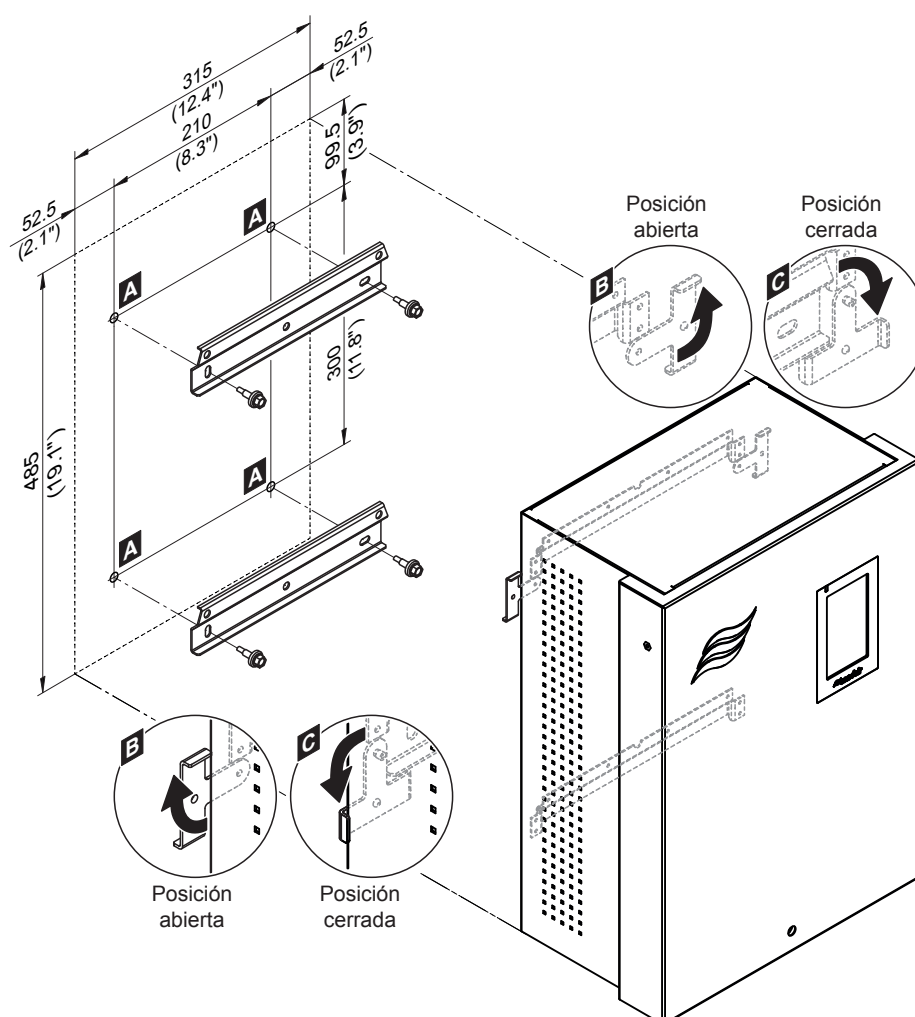

Fig. 43: Montaje de la unidad de control del Condair ME Control – medidas en mm (pulgadas)
3. Gire hacia fuera las lengüetas de ambos lados de la unidad de control (posición abierta, véase el detalle «B» en la Fig. 43).
4. Cuelgue la unidad de control en los soportes murales. A continuación, gire hacia dentro las dos lengüetas de bloqueo de la pared trasera de la unidad de control (posición cerrada, véase el detalle «C» en la Fig. 43) para fijar la unidad de control en el soporte mural superior.